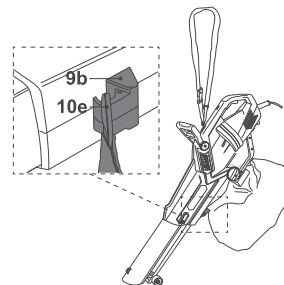

Fig. 4
- > Fixez la boucle de suspension avant [10e] sur le crochet avant [9b] (Fig. 4).